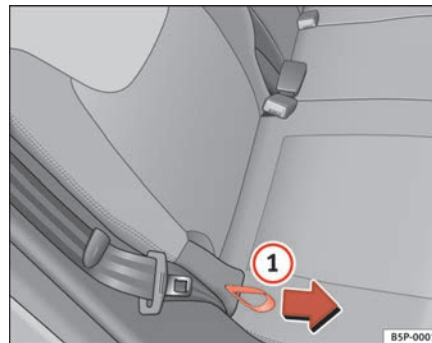

Abb. 98 Einstellung der Lehnenneigung, Rücksitz
- Halten Sie die Rückenlehne oben fest. Ziehen Sie die seitliche Zugschlaufe am Sitz ⇒ **Abb. 98** ① in Pfeilrichtung und halten Sie die Zugschlaufe in dieser Stellung. Drücken Sie die Rückenlehne in die gewünschte Stellung nach hinten und lassen Sie die Zugschlaufe los. ▶